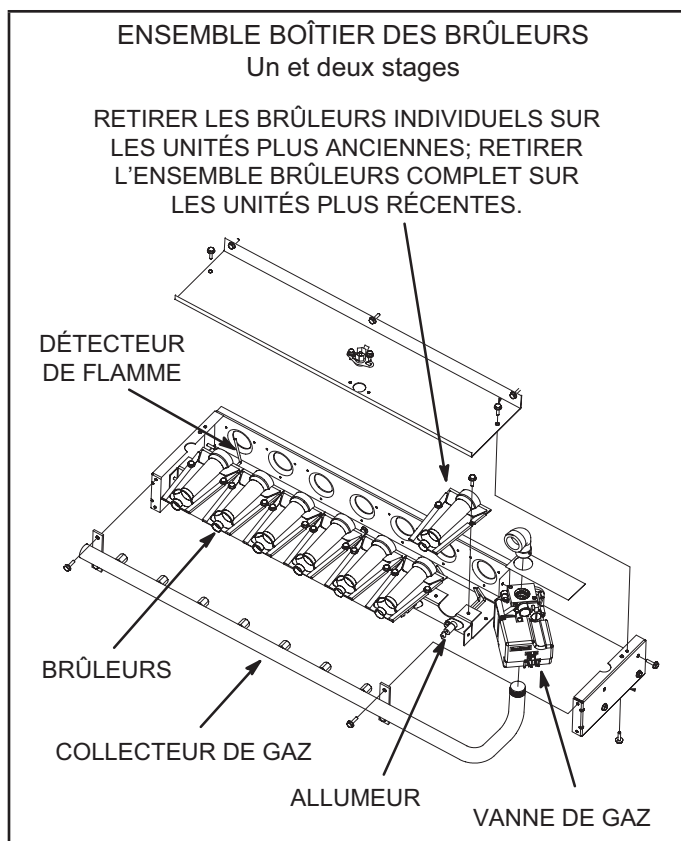
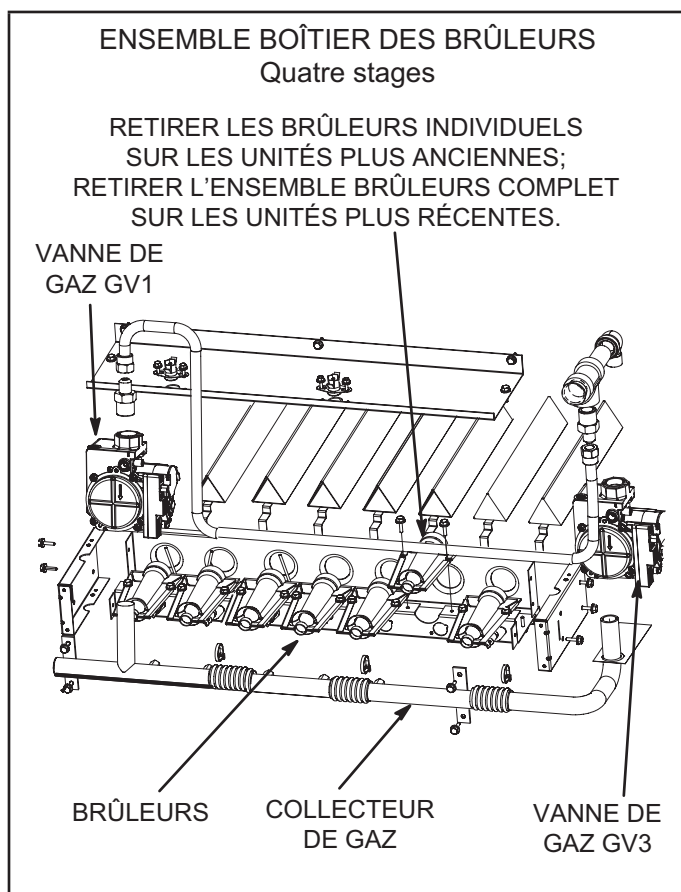

FIGURE 33
FIGURE 34
- 4 - Retirer les vis maintenant les brûleurs sur le support de brûleurs et soulever chaque brûleur séparément ou l'ensemble brûleurs complet des orifices. Voir FIGURE 33 ou FIGURE 34. Les nettoyer au besoin.